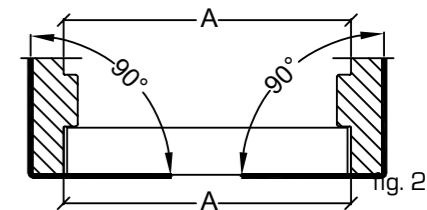

fig. 2
- at karmen er i vater og lodd jf. fig. 2.